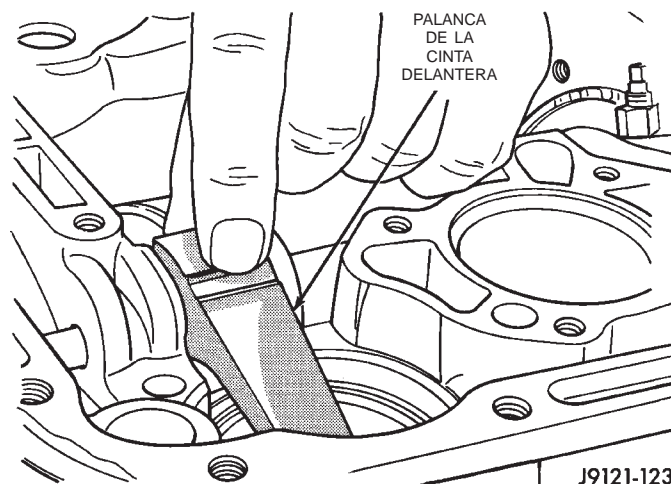
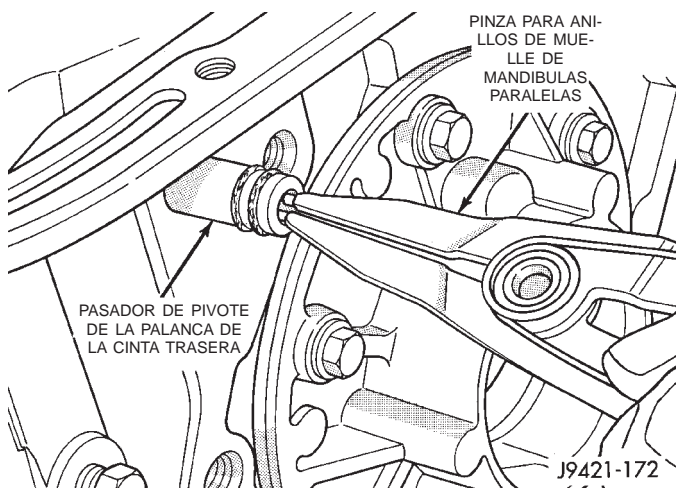
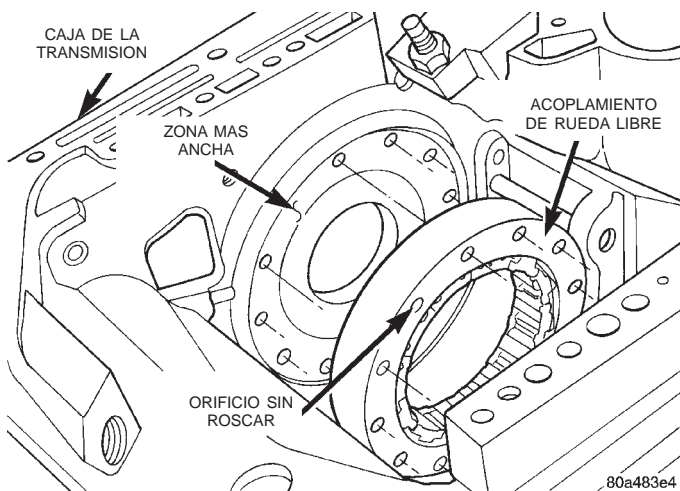

Fig. 92 Palanca de la cinta delantera
Fig. 93 Pasador de la palanca del servo de la cinta trasera
Fig. 96 Alineación de la leva del acoplamiento
(c) Retire la palanca de la cinta delantera (Fig. 92).
(d) Con un pinza para anillos de muelle, extraiga de la caja de la transmisión el pivote de la palanca de la cinta trasera (Fig. 93).
(3) Ensamble la barra de articulación con la cinta. El extremo ranurado de la articulación va hacia la cinta (Fig. 93).
(4) Inserte la cinta trasera a través de la abertura del colector de la caja de la transmisión.
(5) Inserte el gancho de la cinta en la palanca del ajustador.
(6) Alinee los orificios de la barra de articulación con el orificio de la caja de la transmisión hacia afuera de la abertura del soporte trasero (Fig. 92).
(7) Inserte el pasador de anclaje en la caja a través de la barra de articulación.
(8) Examine los orificios de pernos de la leva del acoplamiento de rueda libre. Observe que un orificio está **sin roscar** (Fig. 96). Este orificio debe alinearse con el área sin rosca del círculo de pernos de la leva del embrague.